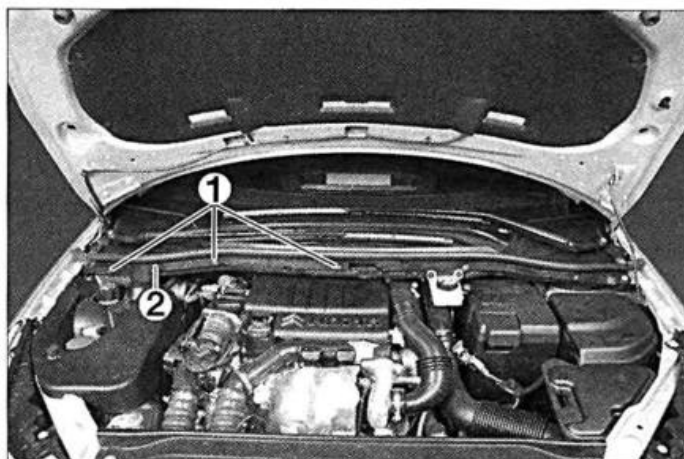

FIG. 1
- Desengravar los tres tetones de plástico (1) (fig. 1).
- Desmontar la tapa (2).